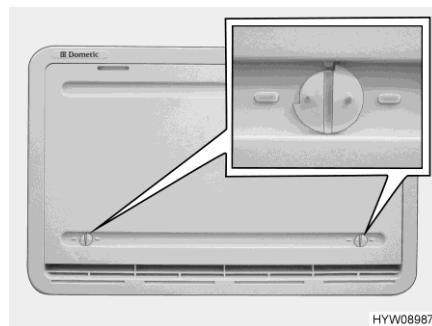

Fig. 152 Copertura invernale (griglia di aerazione del frigorifero)
Le coperture invernali (Fig. 152) proteggono il gruppo frigorifero dall'aria fredda. Posizionare le coperture invernali davanti a entrambe le griglie di aerazione del frigorifero quando la temperatura esterna scende al di sotto di +10 °C (sia per funzionamento elettrico che a gas).
- Aprire entrambi i blocchi (Fig. 152), la scanalatura risulterà orizzontale.
- Aprire entrambi i bloccaggi (Fig. 152), la scanalatura risulterà orizzontale.